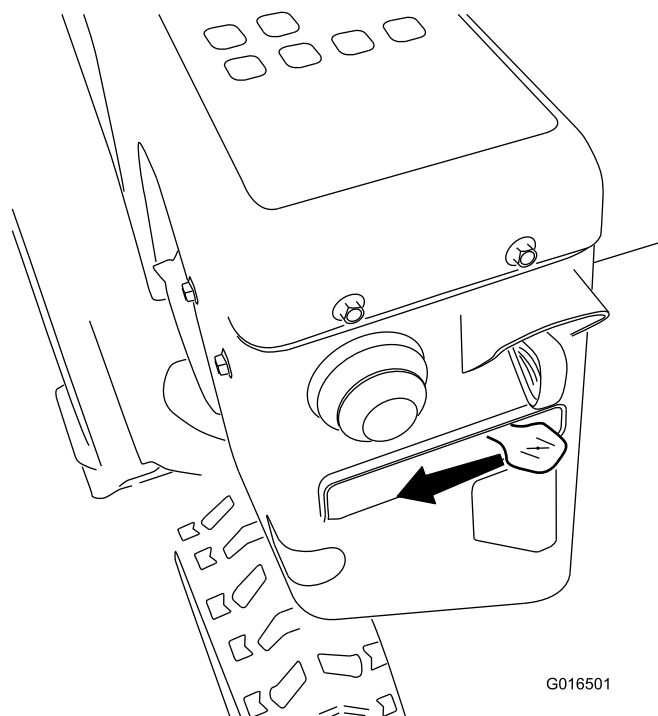

Figura 27
5. Portate lo starter in posizione STARTER (Figura 27).